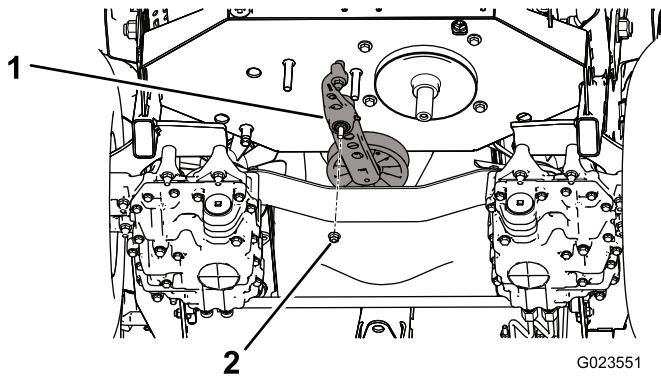

図 58
5. テンショナーアセンブリをフレームに固定しているナットを外す 図 58。